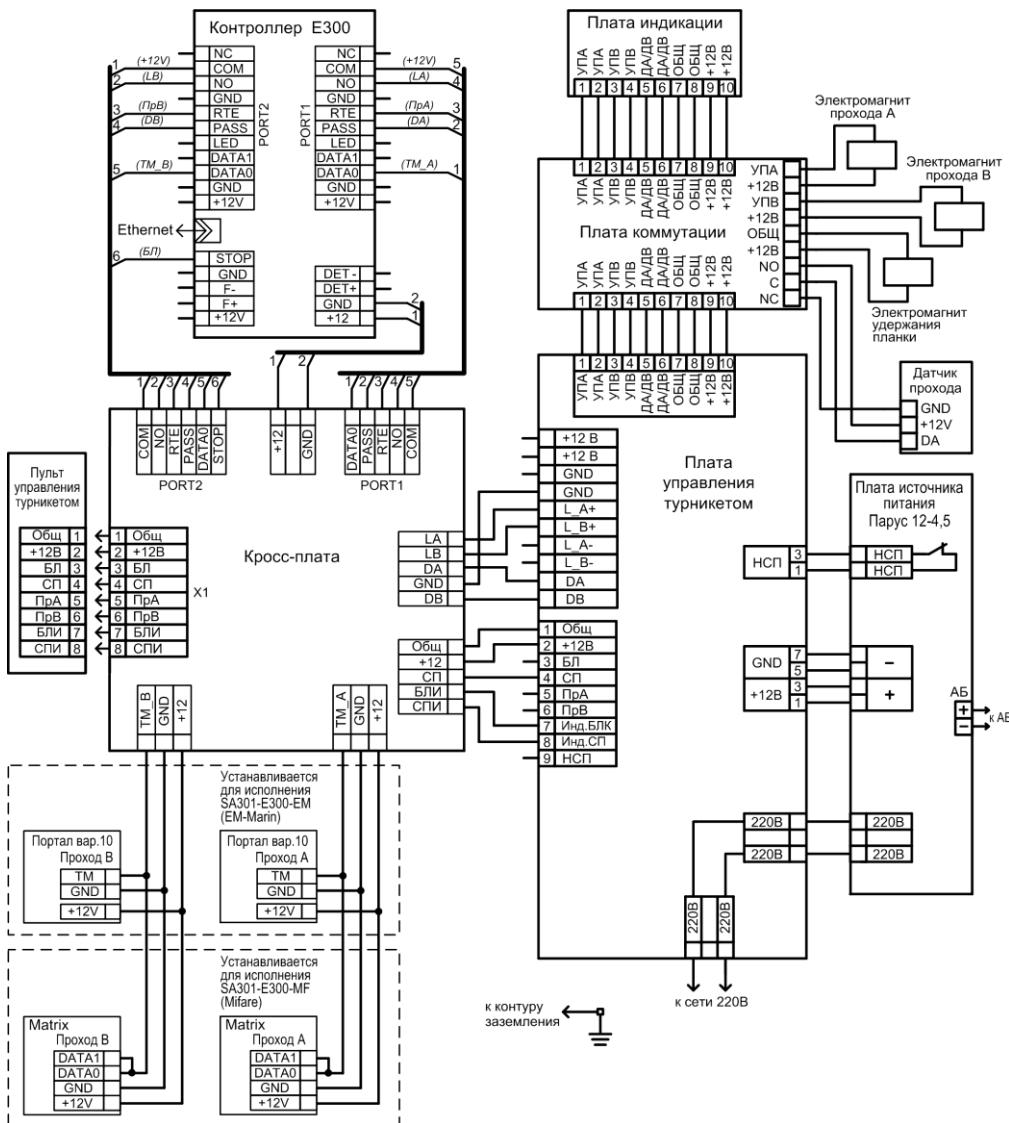

Рис.7 Схема электрическая соединений
- подключите кабель пульта управления к клеммнику X1 кросс-платы турникета и к клеммнику пульта (выкрутите два винта по бокам пульта, снимите крышку, на крышке пульта расположена плата с клеммником, подключите кабель согласно схеме подключения – рис.7, проденьте кабель в паз в основании пульта, зафиксируйте кабель хомутом, соберите пульт);